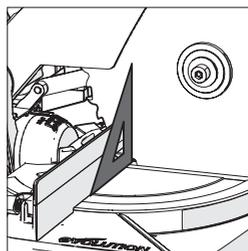

Fig. 9
- Coloque o lado mais curto do esquadro na mesa de forma a que o outro lado mais curto fique contra a lâmina (evitando as pontas dos dentes da lâmina TCT) (Fig. 9).